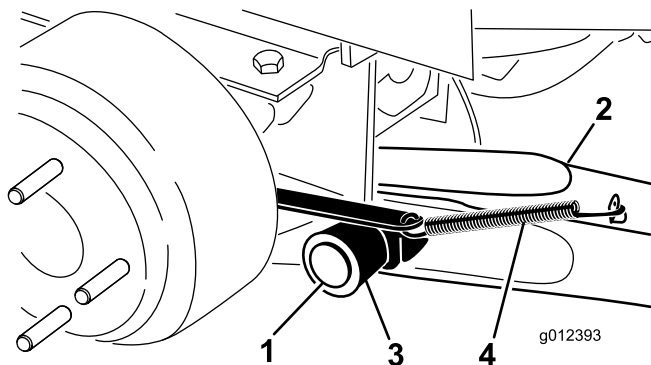

Figura 3
- Monte un brazo de elevación en el soporte pivotante con un pasador de giro y un pasador de seguridad (Figura 3). Monte el brazo de elevación con la curva hacia fuera.
- Enganche el muelle de retorno del freno en la pestaña del brazo de elevación (Figura 3).